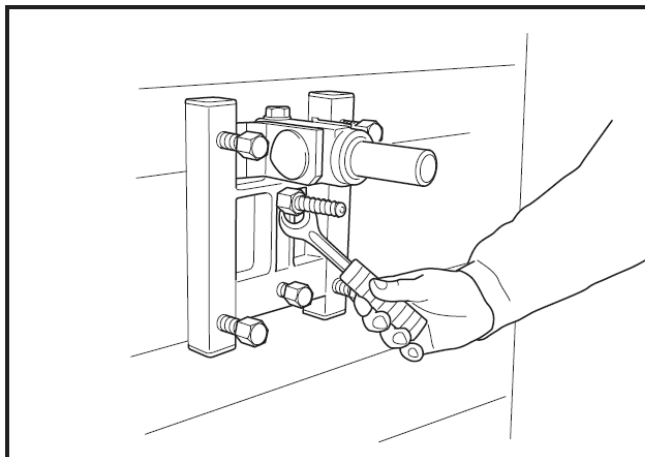

Fig.11
1. Perforar un agujero (15 mm) en la pared y golpear el tornillo de expansión. Atornillar la placa base GB 50 AT con una llave de 24 mm (fig. 11).
1. Abra um orifício (15 mm) na parede e aplique o parafuso de expansão. Aparafuse a placa base GB 50 AT com a chave de 24 mm (Fig. 11).
1. Drill a hole (15 mm) in the wall and knock in the expander bolt. Bolt down the base plate GB 50 AT, use a 24 mm spanner (Fig. 11).
1. Wywiercić otwór (15 mm) w ścianie i wbić śrubę rozporową. Przykręcić płytę podstawy GB 50 AT za pomocą klucza 24 mm (rys. 11).